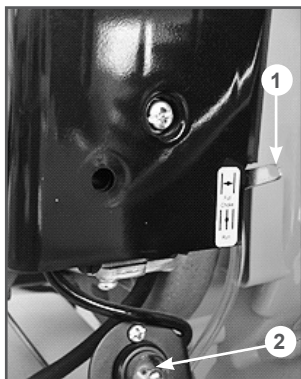

Рис. 19 Рычаг воздушной заслонки карбюратора и ручной топливный насос
3. Закройте воздушную заслонку карбюратора. Для этого рычаг 1 управления воздушной заслонкой установите в положение «ЗАКРЫТО» (Рис.19).
5. Нажмите ручной топливный насос 2 (Рис. 19) 7-10 раз до появления топлива в мембране.